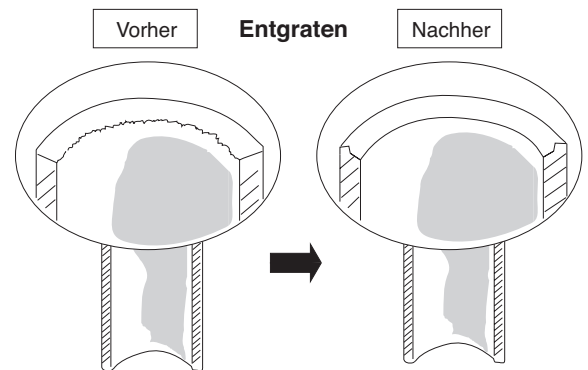

Abb. 8
- (1) Schneiden Sie das Rohr mit einem Rohrschneider auf die benötigte Länge zu. Es wird empfohlen, die Rohre ungefähr 30 – 50 cm länger zu machen, als die von Ihnen geschätzte notwendige Rohrlänge.
- (2) Entfernen Sie die Grate am Ende der Kupferrohre mit einer Rohrähle oder Feile. Dieser Vorgang ist wichtig und sollte sorgfältig ausgeführt werden, um eine gute Bördelverbindung sicherzustellen. (Abb. 8)